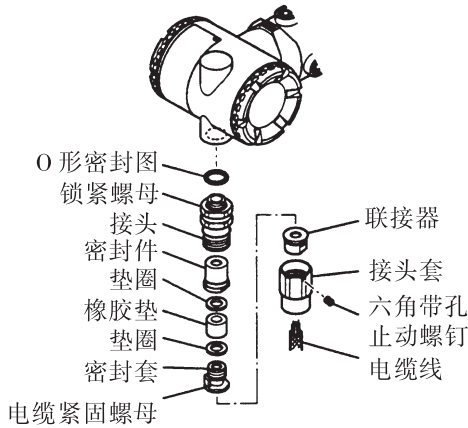

图 6.4.2c 防爆密封接头的安装
- 隔爆密封接头与接线盒的连接(参照图 6.4.2c)
- ① 将隔爆密封接头拧进配线口,直到 O 型密封圈接触到配线口位置为止(至少 7 圈),然后拧紧锁紧螺母。
- ② 松开电缆紧固螺母。
- ③ 按接头套、联接器、密封套、垫圈、橡胶垫、垫圈、密封件顺序,插入电缆。
- ④ 电缆的端子插入接盒。
- ⑤ 拧紧接头套,使电缆固定,拧紧程度是:电缆露出部分上下摇动而电缆内藏部分不动。该紧固程度非常重要。如拧过紧,则造成电缆断线,拧紧不够,则不能隔爆。
- ⑥ 用电缆紧固螺母固定电缆。
- ⑦ 拧紧接头套上的内六角螺钉。
- ⑧ 将各电缆线接到相应端子上。